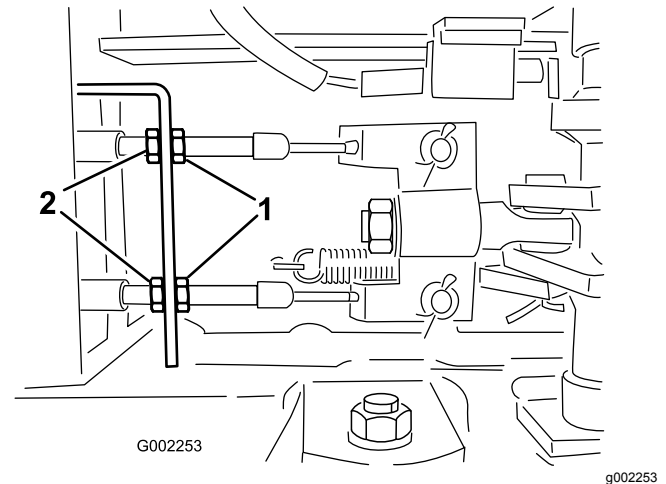

Figura 94
5. Afloje las contratuercas delanteras de los cables de freno, debajo del extremo delantero del fumigador (Figura 94).
6. Apriete las contratuercas traseras en la misma cantidad hasta que el pedal de freno recorra entre 1 a 2 cm ($\frac{1}{2}$ " a 1") antes de que se note resistencia (Figura 94).